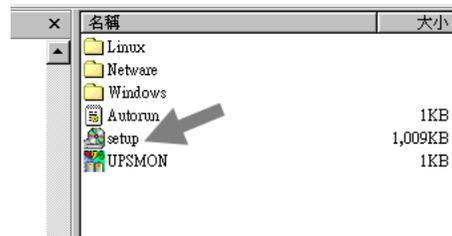

Bild 5.2
**Hinweis :** Wenn das Installationsprogramm nicht automatisch startet, wählen Sie **Start → Programme → Windows Explorer (für Windows 98) und dann Doppel-click auf das Setup Icon (auf Ihrem CD-ROM Laufwerk, Bild 5.2).**